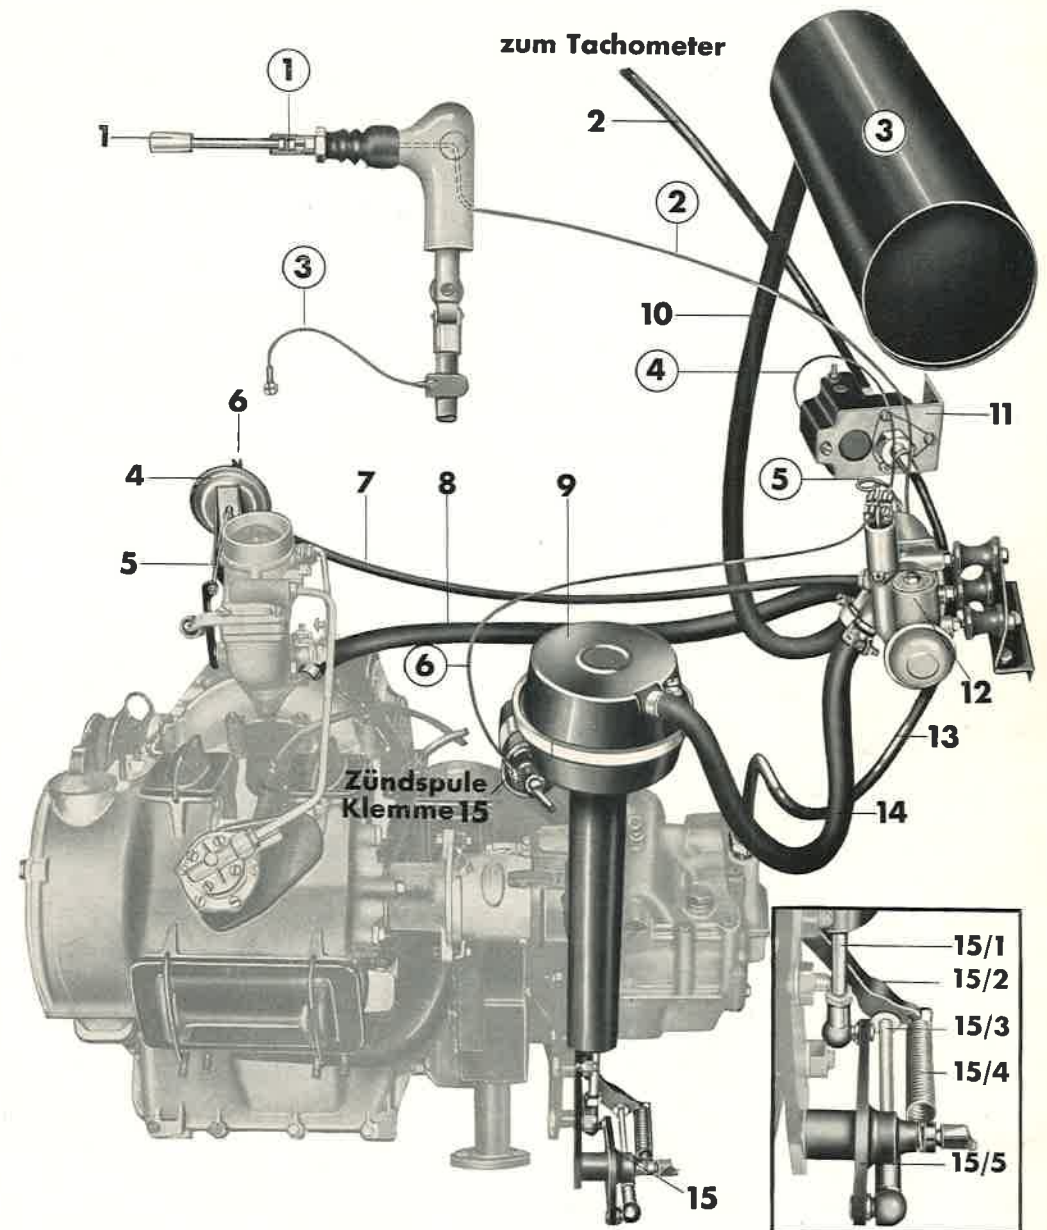

Bild 65
- a) Unterdruckschlauch (Bild 65, Pos. 8) am Saugrohr (unterhalb des Vergasers) abnehmen und Saugrohrstutzen dichtsetzen (sauberer Putzlappen, Flaschenkork etc.).
### Bildbezeichnungen (Bild 65)